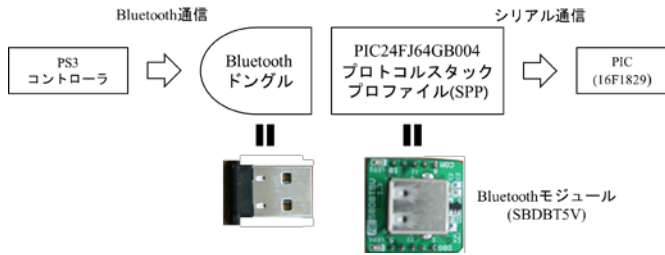

図4 Bluetooth[®]モジュールの構成と外観
3.4 4輪タイプオムニキットの駆動制御 4輪タイプのオムニキットは、4つのオムニホイールが90°毎に取り付けられている。図4に4輪型ロボットの駆動モデルを示す。図4に示すように、X方向の速度を V_x 、Y方向への速度を V_y 、回転角速度を V_θ 、中心からホイールまでの距離を L とし、4つのホイールの回転角速